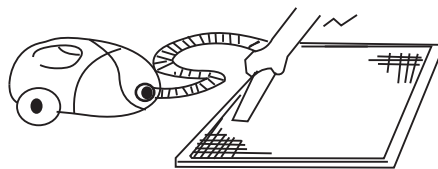

Рис. 70.
- При чистке фильтра пылесосом держите его загрязненной поверхностью вверх (рис. 70).